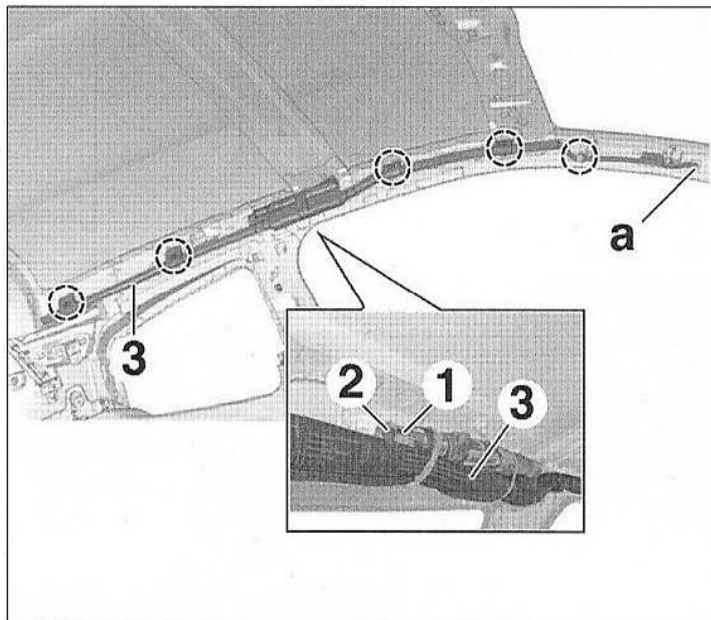

FIG.24
- Déverrouiller et débrancher le connecteur (1) (Fig.24).
- Déposer la vis (2).
- Dégrafer et déposer l'airbag rideau (3).